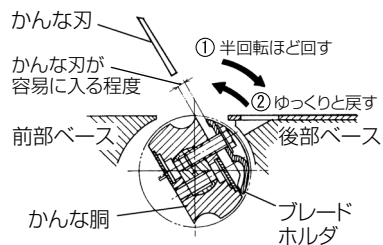

図 27
ベルトでかな胴を図 27 の矢印 ① の方向に半回転ほど回し、次に矢印 ② の方向にゆっくり回して、かな胴とブレードホルダとの間にすき間をあけます。